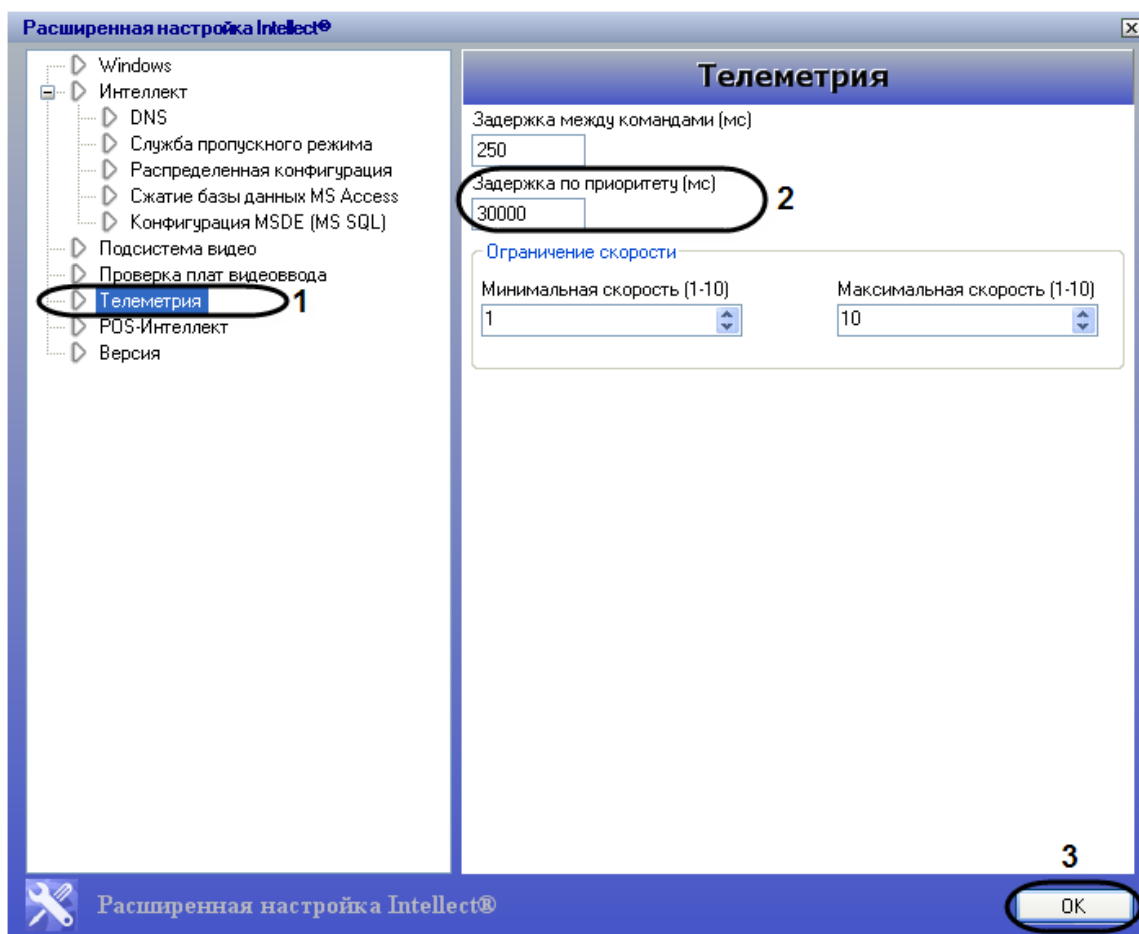

Рис. 3.4—3 Раздел «Телеметрия» утилиты tweaki.exe
2. Выбрать раздел «Телеметрия» (Рис. 3.4—3, 1).
3. В поле «Задержка по приоритету (мс)» задать значение задержки при передаче управления поворотным устройством (см. Рис. 3.4—3, 2).
4. Нажать кнопку «ОК» для сохранения изменений (см. Рис. 3.4—3, 3).